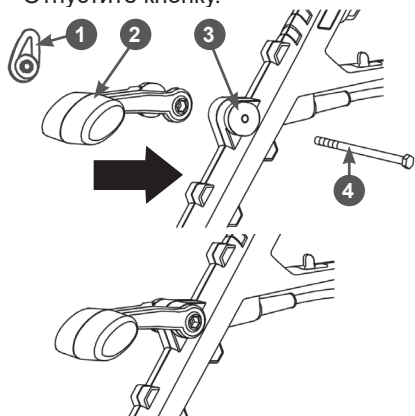

Рис. 3 Установка передней рукоятки
3. Установите переднюю рукоятку. Для этого: открутите зажимную ручку 1 и извлеките из рукоятки 2 болт 4 (Рис. 3). Затем установите рукоятку 2 на опору 3 корпуса триммера, совместите отверстия, вставьте в полученное отверстие болт 4 и закрутите зажимную ручку 1 (Рис. 3).